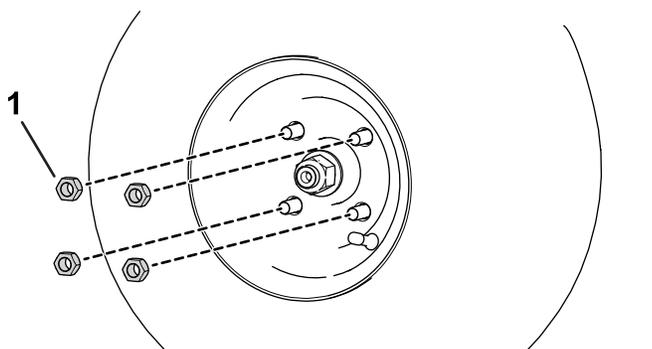

Рисунок 48
- A. Ослабьте и отверните зажимные гайки колес (Рисунок 48).
- B. Заверните зажимные гайки колес (Рисунок 48).